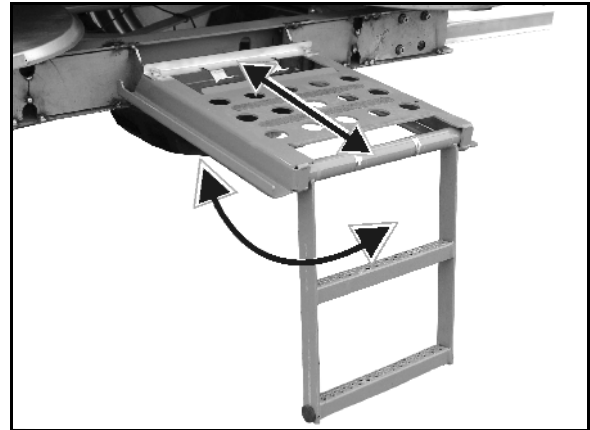

Рис. 40
- Для подъёма выдвиньте лестницу вместе с площадкой назад и откиньте лестницу вниз (Рис. 40).